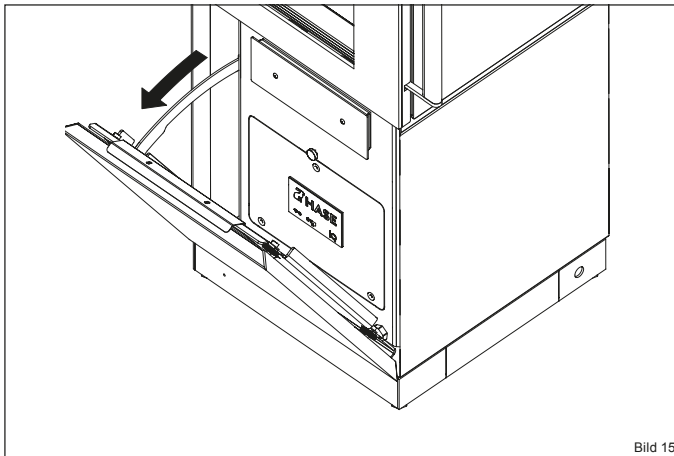

Bild 15
- ▶ Öffnen Sie die Bedienungstür (Bild 15).
- Ziehen Sie den Aschebehälter an der Abdeckung aus der der Öffnung heraus (Bild 15).